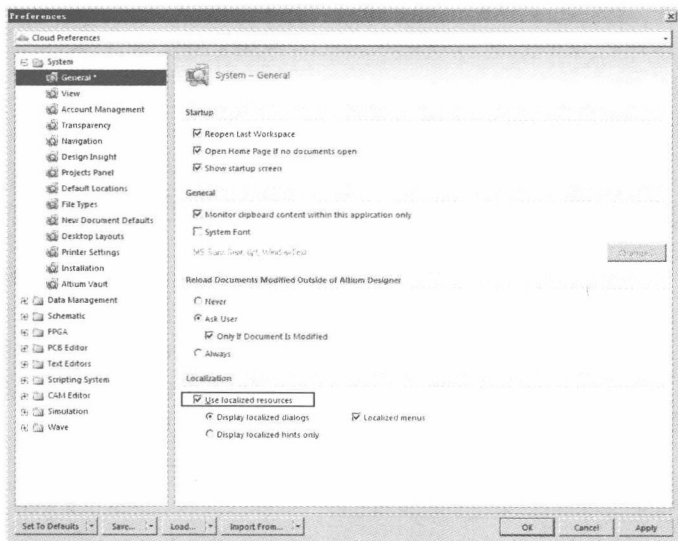

图 1-15 “Preferences”对话框
3) 弹出“Preferences”对话框，如图 1-15 所示，选中“Localization”→“Use localized resources”复选框，单击“OK”按钮，弹出“Warning”对话框，如图 1-16 所示。